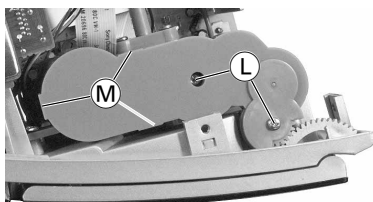

Fig. 12
- 2 Schrauben ④ (Fig. 12) herausschrauben.
- 3 Rastnasen ⑤ (Fig. 12) ausrasten.
- Undo 2 screws ④ (Fig. 12).
- Disengage 3 catches ⑤ (Fig. 12).